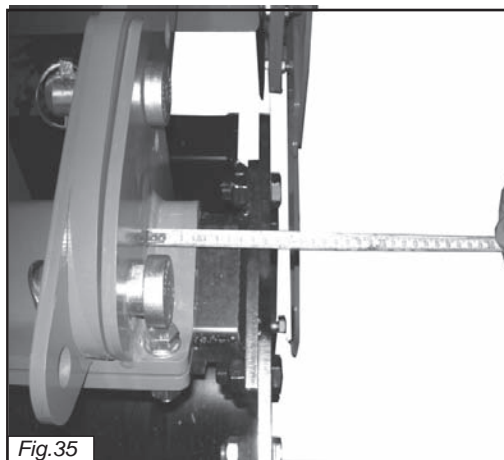

Fig.35
- 2) Misurare su entrambi i lati che la distanza tra le fiancate e le staffe di attacco del rullo siano uguali. (fig.35)
- 2) Mesurer sur les deux cotés que la distance entre les cotés et les étriers d'attelage rouleau soit la même (Fig.35)
- 2) Messen Sie auf beide Seiten dass der Abstand zwischen Waende und Walzebuegeln gleich ist (Bild 35)